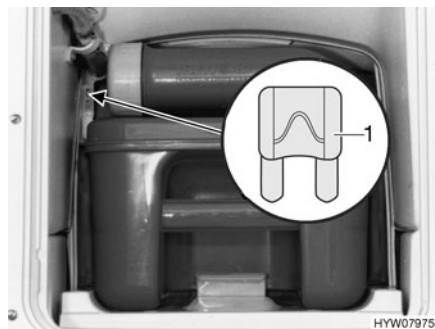

Fig. 104 Fusible del inodoro Thetford
- Cambiar el fusible (Fig. 104,1).